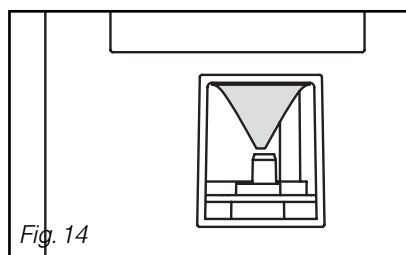

Fig. 14
– Collez le cache plastique, afin de fermer l'accès vers l'intérieur de l'appareil (Fig. 14)